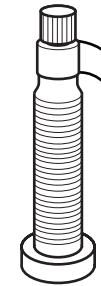

Figura 46. Envolver com quatro camadas de fita veda rosca.
2. Envolver quatro camadas finas de fita veda rosca em torno da extremidade da válvula cobrindo as roscas estreitas e uma pequena parte do corpo mais largo. Aviso: Não cubra a abertura de ar na extremidade da válvula (Figura 46).